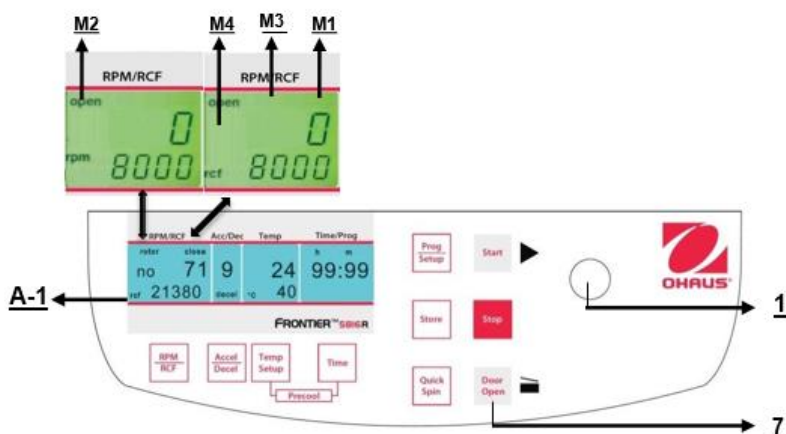

Figura 15
Dopo il funzionamento, quando il coperchio della centrifuga è chiuso, appare la parola **"close"** (M1) sul display **"RPM | RCF"** (A-1). Inoltre, se vi è un rotore nella centrifuga, appare la parola **"rotor"** (M3) e anche il numero di codice del rispettivo rotore che si trova all'interno del sistema centrifugo **"71"** (M4). Se nella centrifuga non vi è alcun rotore, la parola **"rotor"** (M3) lampeggia e appare la parola supplementare **"no"** (M4). Premendo il tasto **"Door Open"** (7), si può rilasciare il coperchio della centrifuga. Non appena il coperchio elettromagnetico è completamente rilasciato, appare la parola **"open"** (M2). Adesso è possibile aprire il coperchio della centrifuga. Fare riferimento alla figura 15 qui di seguito per riferimento
Il coperchio deve solo essere abbassato leggermente. Un bloccaggio elettromagnetico del coperchio fa chiudere il coperchio stesso, e allo stesso tempo scompare la parola **"open"** (M2) (fare riferimento alla figura 15). Quale segnale che la centrifuga è pronta per essere avviata, il display **"RPM | RCF"** (A-1) visualizza la parola **"close"** (M1). Allo stesso tempo, si visualizza la parola **"rotor"** (M3), come il numero di codice del rotore che si trova nell'impianto della centrifuga, **"no 71"** (M4). Con questo, tutti i dati specifici del rotore, quali, per esempio, la velocità max. l'accelerazione, ecc. sono adottati.